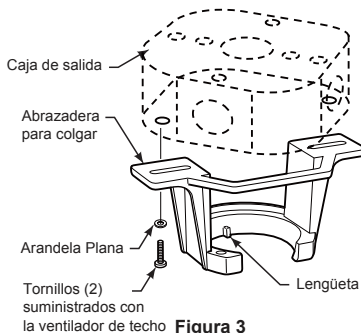

Figura 3
Uso del soporte (Figura 3)
3. Extraiga las tres pestañas estabilizadoras y la bolsa de plástico del motor. Deshágase de las pestañas estabilizadoras. (Figura 3)
1. Fije bien la abrazadera para colgar a la caja de salida (no se incluye) con los tornillos y las arandelas provistas con la caja de salida. (Figura 3)
2. Deslice el receptor en el soporte de suspensión antes de realizar el cableado como se muestra en la figura 3.
3. Extraiga uno de los tres tornillos del ensamble de la placa de iluminación y guarde los tornillos para pasos posteriores. Afloje levemente los otros dos tronillos. (Figura 3)
3. Retire la cubierta de la batería del control remoto con un destornillador y conserve el tornillo para luego. (Figura 3)